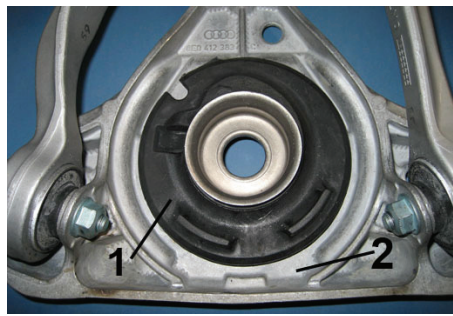

Fig. 5:
- **Fig. 5** Obere Federauflage mit Lagerbock formschlüssig auf Hauptfeder aufsetzen, ggf. Hauptfeder mit Federspanner vorspannen.
- **Fig. 5** Position upper spring mount with bearing mount correctly (positive fit) on main spring; if needed, use spring tensioner to pretension main spring.
- **Fig. 5** Placer le support de ressort supérieur avec le support de palier sur le ressort principal en recouvrant bien le ressort; si le cas échéant, précontraindre le ressort principal avec un monte ressort.
- **Fig. 5** Colocar el asiento superior del muelle junto con el soporte del cojinete correctamente sobre el muelle principal; en caso necesario pretensar el muelle principal con un tensor.